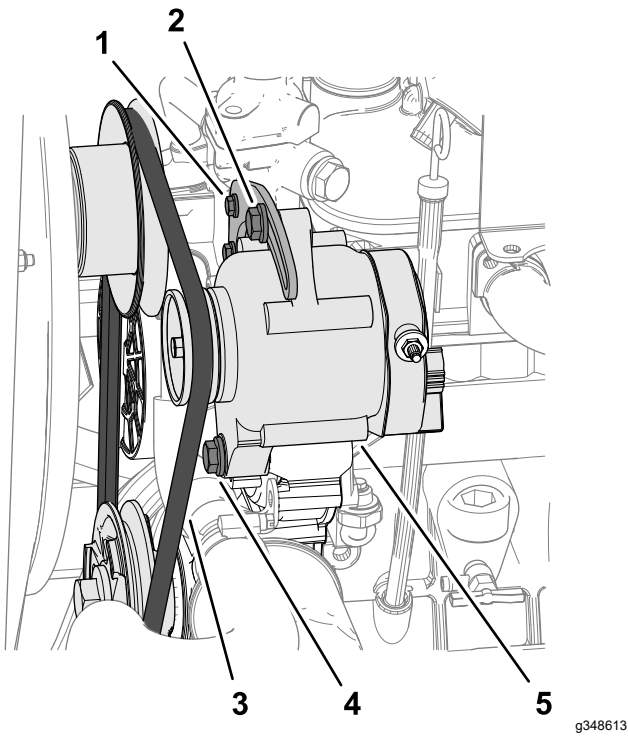

Figura 83
4. Applicate una forza di 10 kg sulla cinghia dell'alternatore (Figura 83), al centro tra le pulegge.
- Se l'inflessione della cinghia è minore di 10 mm, allentate il bullone orientabile dell'alternatore e il bullone della tensione (Figura 83), e riducete la tensione della cinghia.
- Se l'inflessione della cinghia è maggiore di 10 mm, allentate il bullone orientabile dell'alternatore e il bullone della tensione (Figura 83), e aumentate la tensione della cinghia.
Nota: Se necessario, allentate il bullone della staffa della tensione (Figura 83).
6. Serrate i bulloni (Figura 83).